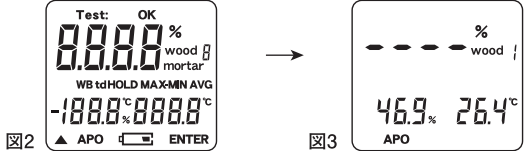
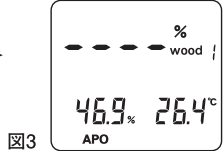

図2
図3
- (1) 本体の電源を入れます。⏻ボタン⑤を押すと電源が入り図2が表示された後、図3のように表示部②に各測定値が表示されます。また、電源を切る時は、この⏻ボタン⑤を2秒以上長押しします。
定の切り替えが出来ます。"On"または"OFF"を選択して"MODE"ボタン④を押してください。画面が図2に切り替わり図3の測定モードに戻ります。